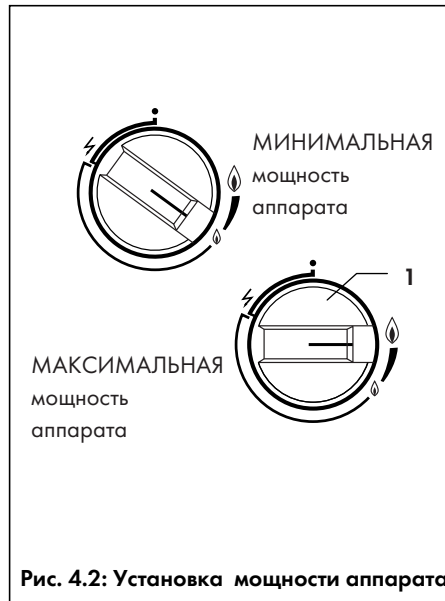

Рис. 4.2: Установка мощности аппарата
- Поверните поворотный переключатель (1) дальше влево против часовой стрелки, установив его из положения ⚡ "РОЗЖИГ" в положение ⬠ ... ⬠ "ГОТОВНОСТИ К РАБОТЕ". (от минимальной до максимальной мощности аппарата, см. рис. 4.2). При этом запальное пламя остаётся горящим.